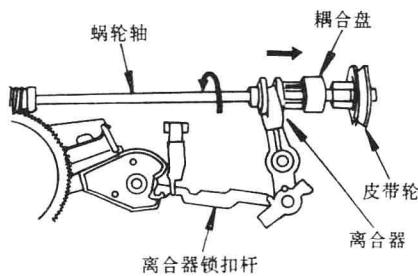

图 5 手动退带出盒方法之二
(2) 带盒仓机构退带出盒法如图 5。将装盒皮带拆去后，旋转耦合盘使带盒升起，再按图中箭头 A 的方向推压离合器，使之与耦合盘耦合，最后按箭头 B 的方向满旋蜗轮轴，直到把带盒推出带盒仓的插入口。
(3) 手动装盒。将磁带盒平推进带盒仓机构的入口，同时按上面退带出盒的方法，反